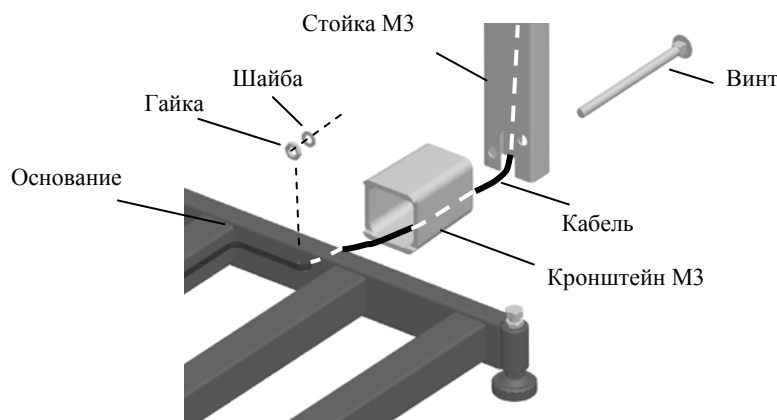

Рис. 5.3 – Крепление прямоугольной стойки к модулю ТВ-М_
- Протянуть кабель через кронштейн и стойку (Рис. 5.3).